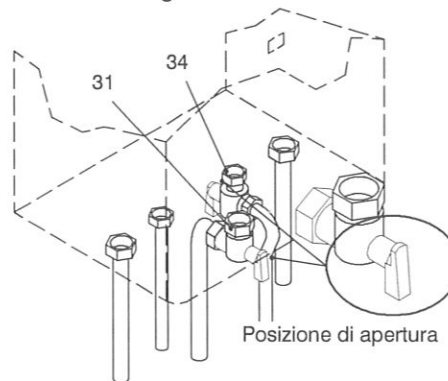
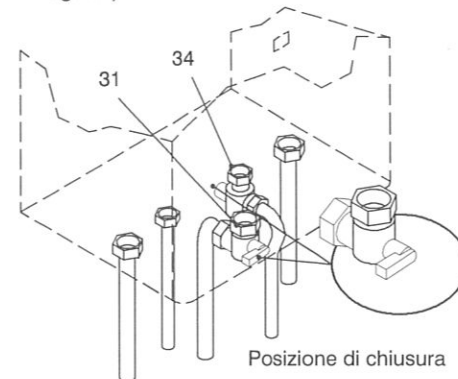
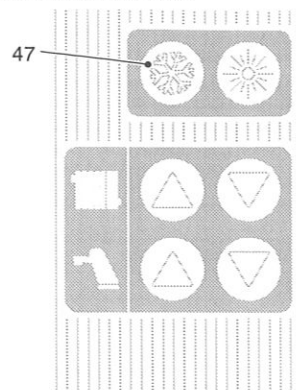

fig. 4.1
fig. 4.2
fig. 4.8
- 1 Aprire il rubinetto del contatore gas e quello della caldaia (31 in fig. 4.1).
- 3 Richiudere il rubinetto gas della caldaia (31 in fig. 4.2).
- 4 Aprire il rubinetto (34 in fig. 4.1), lasciando chiuso il rubinetto del gas (31 in fig. 4.2).
- 15 Aprire il rubinetto gas (31 in fig. 4.1) e avviare la caldaia premendo il tasto (47) del telecomando caldaia (fig. 4.8).